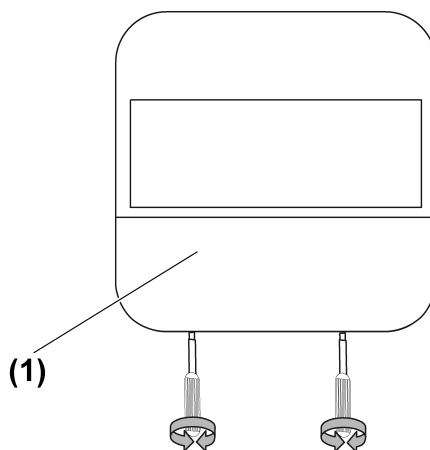

Figure 10: Démontage du couvercle
- Retirer le couvercle (1) (Figure 10).